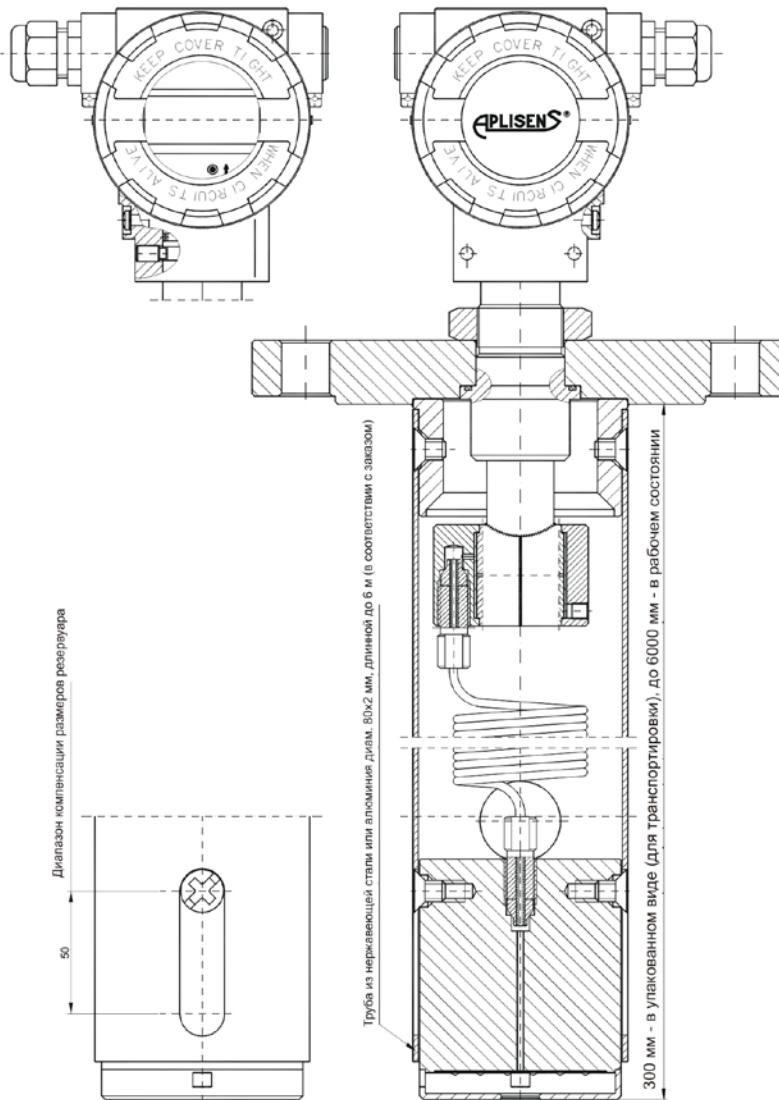

Рисунок 9 – Преобразователь APR-2000Y/ALE
4.8 Преобразователи APR-2000Y/ALE оснащены разделителем, крепящимся на трубе Ø80x2 и фланцем для установки на резервуаре (рисунок 9). Присоединительные размеры фланца преобразователя - по ГОСТ 12815-80.